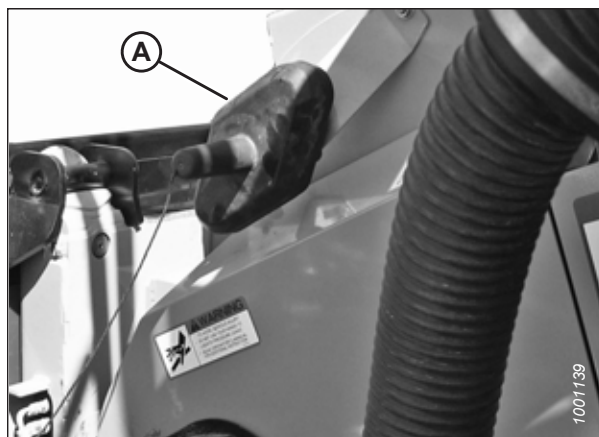

Рисунок 3.107: Крышка ответной части
9. Выверните круглую ручку (A) на муфте комбайна (B), чтобы освободить муфту из ответной части.
10. Очистите муфту (B) и приемник.
11. Установите муфту комбайна (B) в гнездо (C) копирующего модуля. Закрепите муфту, повернув ручку (A).
12. **Если установлены элементы управления для кабины MacDon:** Извлеките разъем C81A (D), входящий в комплект элементов управления для кабины, из места для хранения на комбайне и подсоедините его к разъему C81B (E) на копирующем модуле. Поверните рукав на разъеме, чтобы зафиксировать его.
13. Установите крышку (A) гнезда копирующего модуля на приемник комбайна, как показано на рис. 3.107, страница 100.